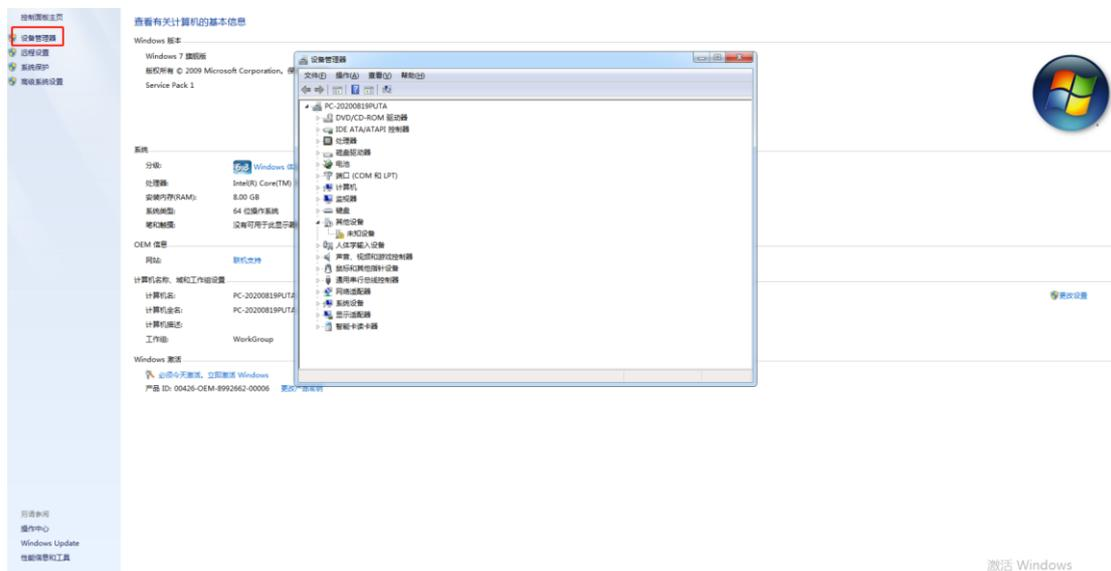

图 1-8
1、查看试验数据前，首先按照以下步骤，打开电脑的“控制面板”.选择“设备管理器”就会出现如图 1-8 的界面：